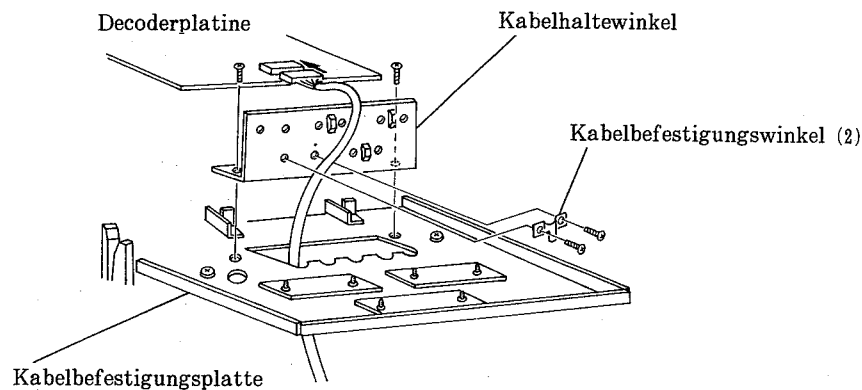

Abb. 50
- (7) Wie in Abb. 50 gezeigt, das Handscannerkabel von unten durch die Öffnung der Kabelbefestigungsplatte führen, und dann das Kabel an die Decoderplatine anschließen.
(8) Den Kabelhaltewinkel (2) benutzen, um das Handscannerkabel am Haltewinkel zu befestigen (siehe Abb. 50).
(9) Den Kabelhaltewinkel wieder an der Kabelbefestigungsplatte festschrauben.
(10) Den Schritt (2) in umgekehrter Reihenfolge ausführen, um die Rückwand wieder anzubringen.